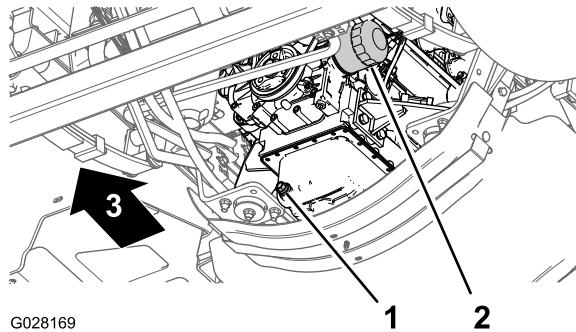

Figure 67
3. Placez un bac de vidange sous le filtre à huile moteur (Figure 67).
4. Retirez le filtre à huile usagé (Figure 67).
8. Posez le filtre à huile sur l'adaptateur et vissez le filtre dans le sens horaire jusqu'à ce que le joint en caoutchouc touche l'adaptateur, puis serrez encore le filtre d'un demi-tour (Figure 67).
1. Placez un bac de vidange sous le bouchon de vidange (Figure 67).
2. Enlevez le bouchon de vidange (Figure 67) pour permettre à toute l'huile de s'écouler.